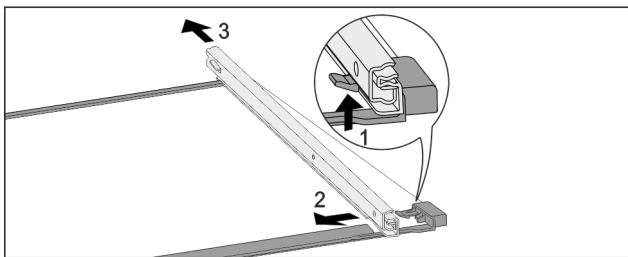

Fig. 148 Glasplatte mit Schienen
- ▶ Vorderen Rasthaken nach oben drücken. Fig. 148 (1)
- ▶ Auszugsschiene zur Seite Fig. 148 (2) und nach hinten Fig. 148 (3) wegschieben.